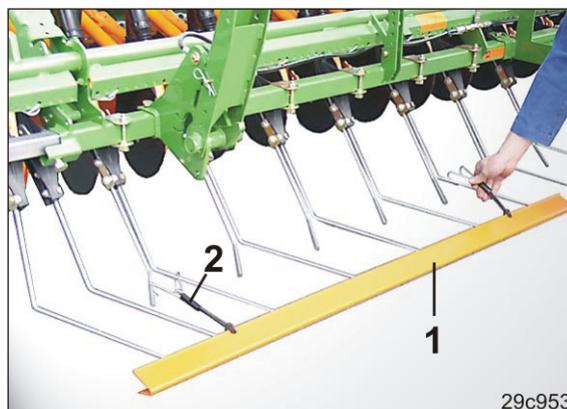

Fig. 204
1. Die zweiteilige Verkehrssicherungsleiste (Fig. 204/1) über die Zinkenspitzen des Exaktstriegels schieben.
2. Die Verkehrssicherungsleiste mit Federhaltern (Fig. 204/2) am Exaktstriegel befestigen.